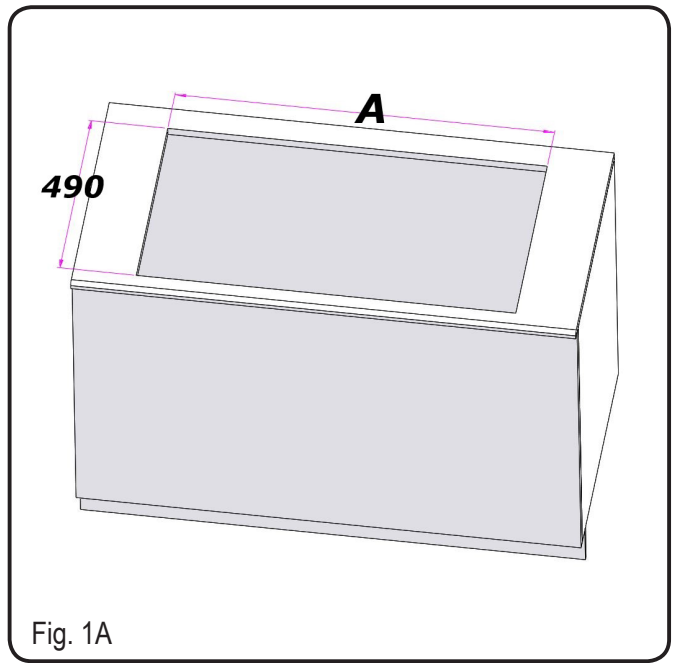
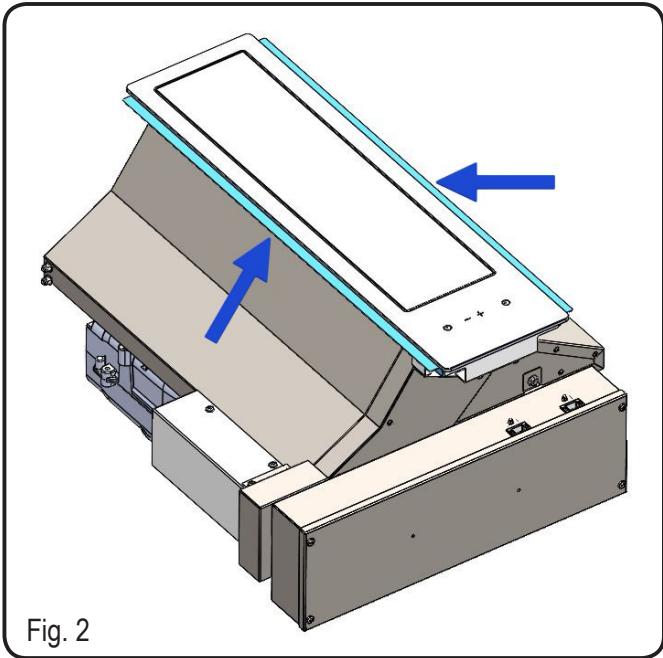
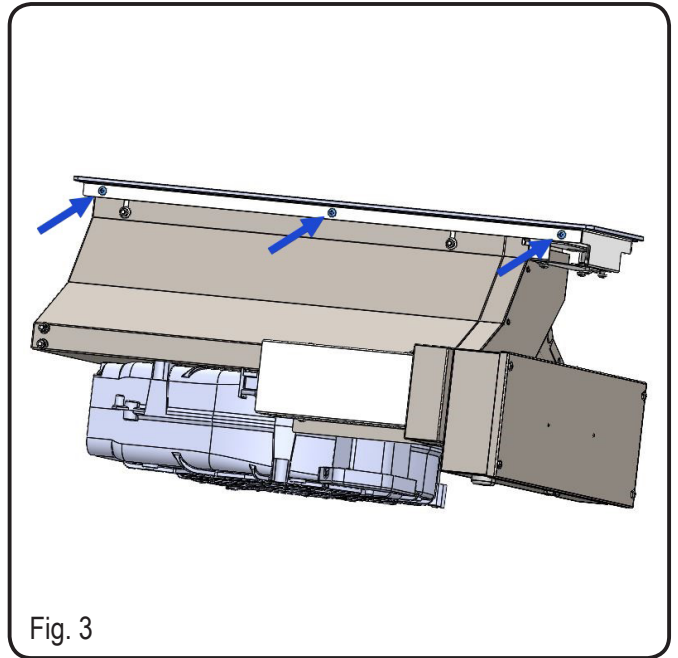

Fig. 1A
Fig. 2
Fig. 3
3. Udsikr et rektangulært hul på 490mm x A (fig.1A). Målene ændrer sig alt afhængigt af størrelsen på kogepladen. Emhætten er udstyret med to vinkler til at støtte kogepladen (fig.2). Kontroller før installation, om begge komponenter er nødvendige. Fjern dem, hvis de ikke er nødvendige, ved at fjerne skrueerne (fig.3).